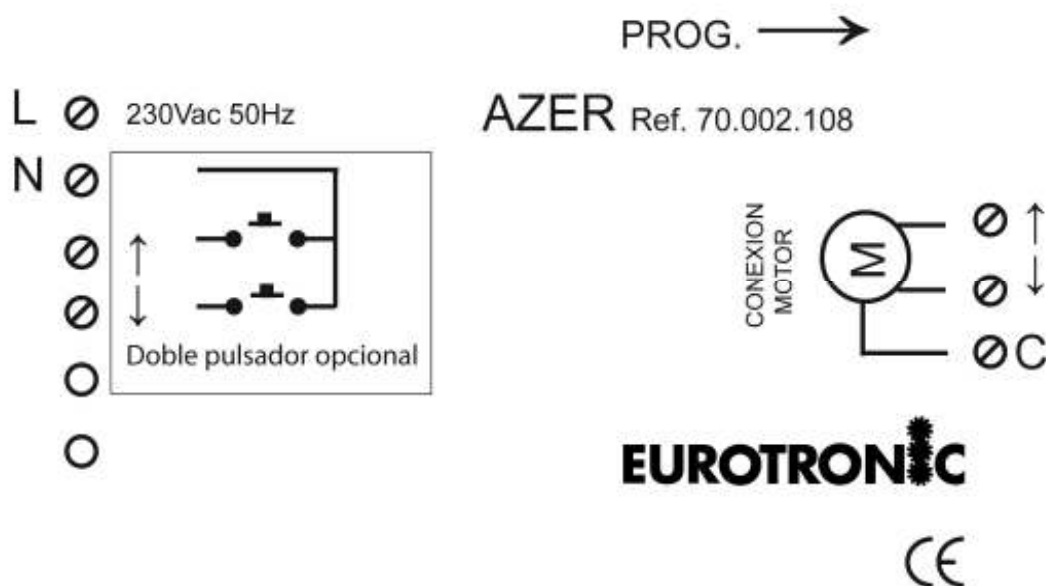

FIG 1
- Realice las conexiones eléctricas con la alimentación desconectada. Según el dibujo adjunto FIG 1.